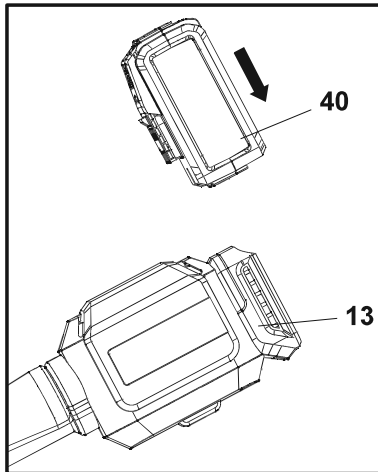

Fig. 21
1. Alinhe a bateria (40) com as ranhuras de encaixe da porta de ligação da bateria (13) e faça deslizar a bateria (40) para a fixar. Assegure-se de que esta está encaixada no devido lugar (Fig. 21).